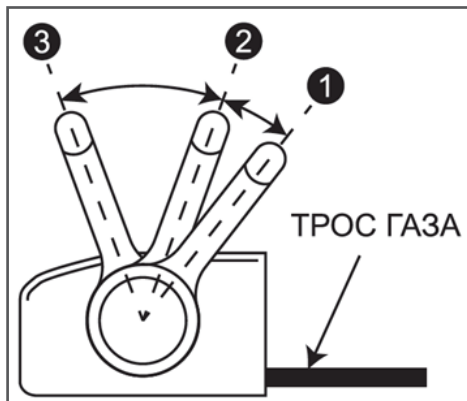

Рис. 7 Положения рычага газа
После правильной регулировки троса газа рычаг газа имеет три рабочих положения (Рис. 7).
2. Установите рычаг газа в положение «1» (Рис. 7).
- По мере прогрева двигателя постепенно открывайте воздушную заслонку. Для этого медленно переводите рычаг газа из положения «1» в положение «2» (Рис. 7). Прогрев двигателя в зависимости от температуры окружающей среды занимает от 1 до 3 минут.
- После прогрева двигателя установите в рычаг газа в положение «3» (режим холостого хода) (Рис. 7).
- Переведите рычаг газа в положение «3» (режим холостого хода) (Рис. 7).